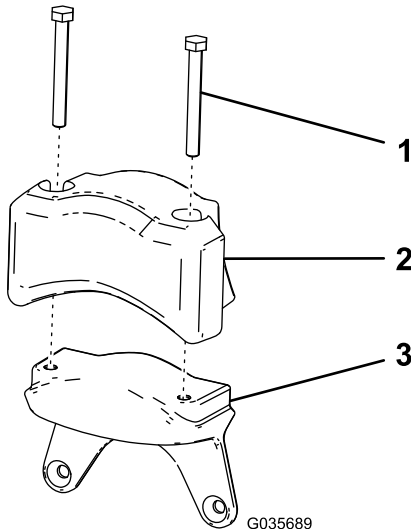

Bild 8
1. Befestigen Sie das elektrische Gegengewicht und die beiden Sechskantschrauben (5/16" x 2¾"), die Sie im Schritt Entfernen des elektromotorbetriebenen Gegengewichts \(Seite 4\) entfernt haben, am neuen Gewicht (Bild 8).